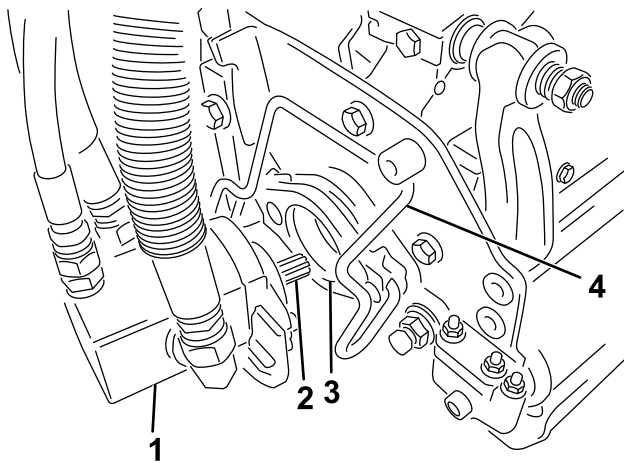

Bild 50
5. Schmieren Sie die Keilwelle des Mähwerkmotors mit sauberem Fett ein (Bild 50).
6. Setzen Sie den Motor in die linke Seite des Mähwerks (aus Sicht der Bedienerstellung) und ziehen Sie die Motorbefestigungsstange am Mähwerk zum Motor, bis Sie einen deutlichen Klick von beiden Seiten des Motors hören (Bild 50).